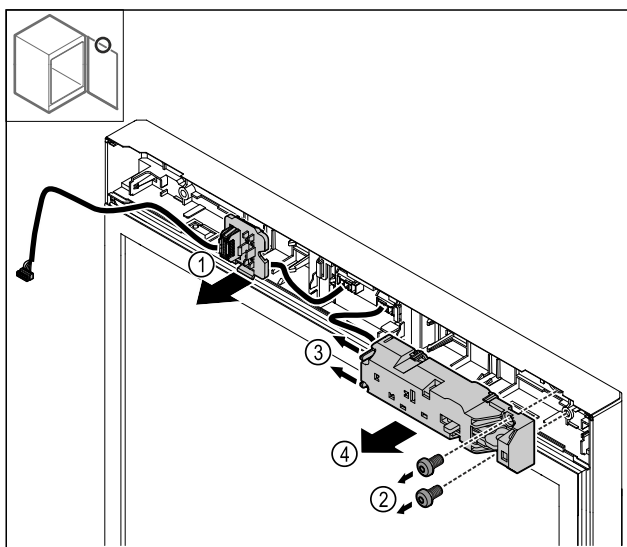

Fig. 28
- Løsn stikholderen Fig. 28 (1).
- Fjern skruerne Fig. 28 (2).
- Tryk låsetappen Fig. 28 (3) til siden, og tag den elektriske lås Fig. 28 (4) af.